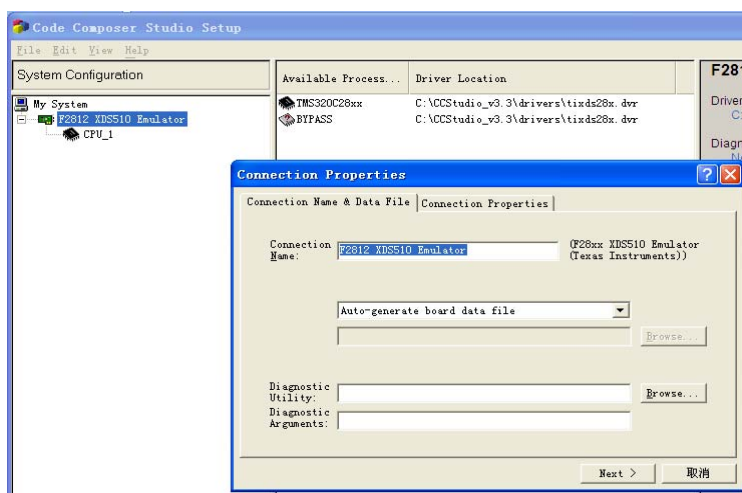

图9 属性对话框1
- ③ 双击“F2812 XDS510 Emulator”，F2812 XDS510 Emulator被添加到左栏My System命令窗口下，然后选中F2812 XDS510 Emulator并点右键选择“Properties ...”，出现图9所示界面。